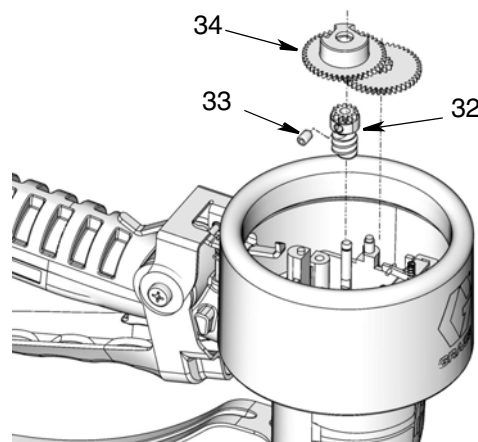

FIG. 29
5. Utilize uma chave sextavada de 2 mm para remover o parafuso de aperto da engrenagem (33). Remova as engrenagens (32, 34) (FIG. 29).